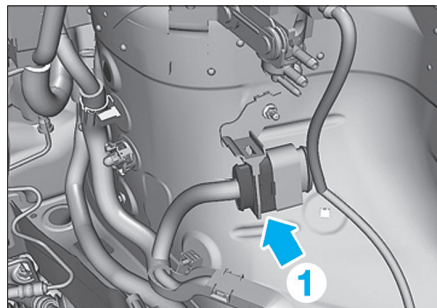

FIG. 162
- le connecteur (1) (Fig.162),